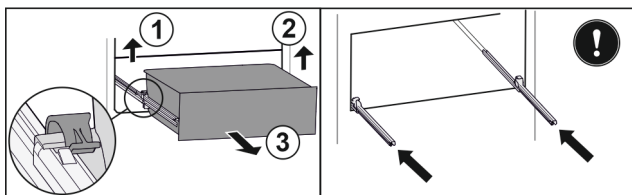

Fig. 102
- ▶ Повдигнете лявата скоба и едновременно с това изтеглете напред чекмеджето отляво. Fig. 102 (1)
- ▶ Повдигнете дясната скоба и едновременно с това изтеглете напред чекмеджето отдясно. Fig. 102 (2)
- ▶ Извадете чекмеджето напред. Fig. 102 (3)